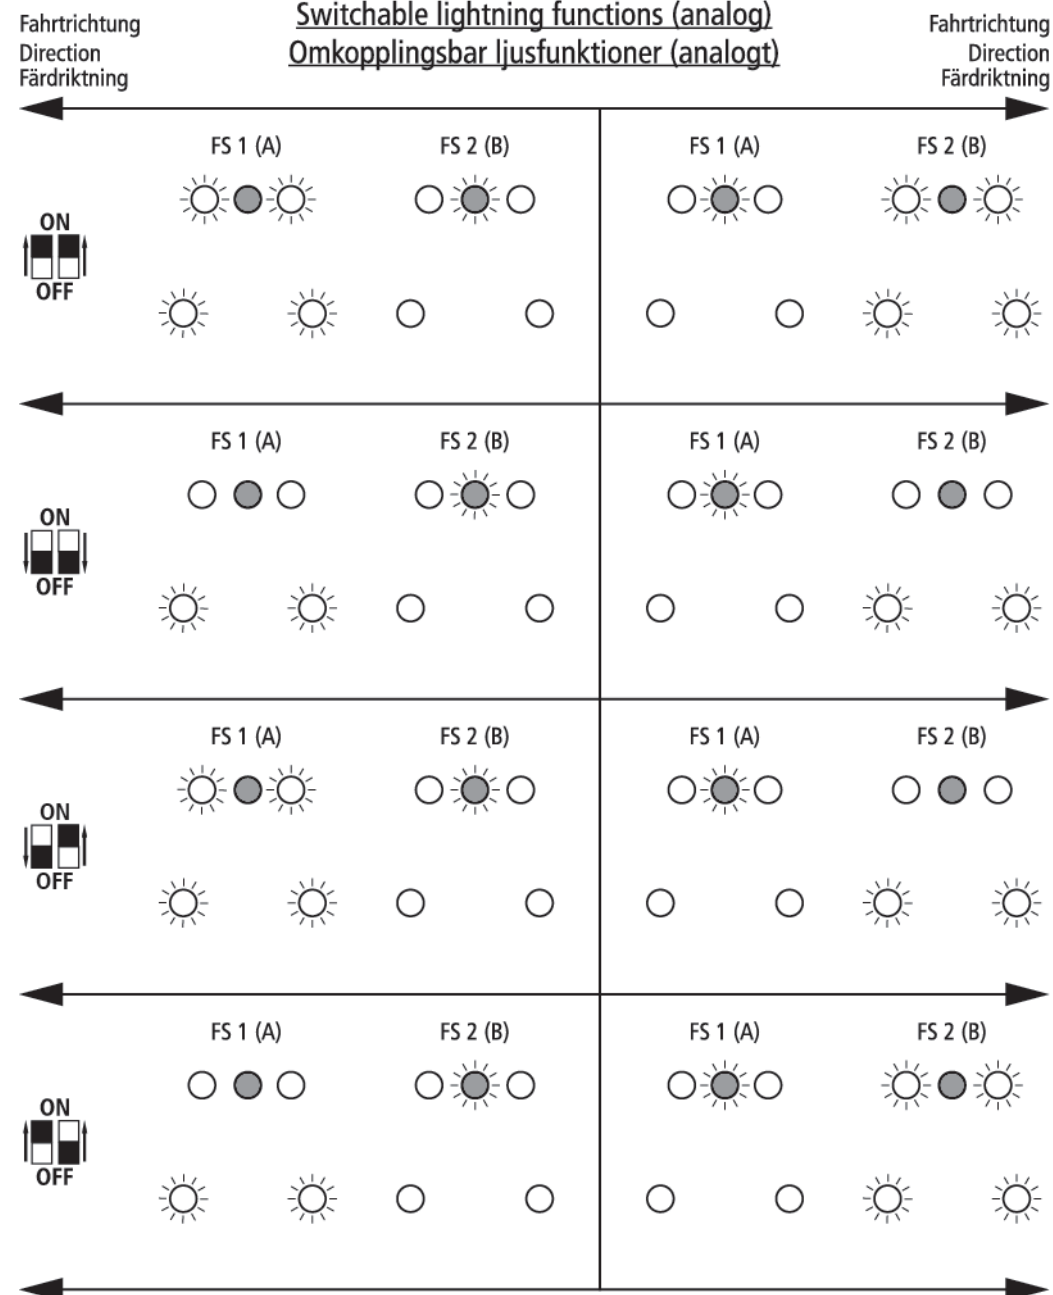

Fig. 6
2. Schmierung: Versehen Sie die im Schmierplan in Fig. 6 gekennzeichneten Stellen mit nur **kleinen Öltropfen**. Dazu zuerst das Lokgehäuse abnehmen (Fig. 3). Wir empfehlen den ROCO **Öler Art.-Nr. 10906**. Fürs Schmieren der Getriebeteile (Zahnräder, Schnecke) empfehlen wir das **ROCO-Spezialfett Art.-Nr. 10905**. Im Falle der Schmierung diese Teile **nicht ölen**.
2. Lubrication: Apply **tiny oil drops** to spots marked in fig. 6. Prior to lubrication dismantle locomotive (fig. 3). We recommend using item no. **10906, ROCO oiler**. For lubrication the gearparts (e.g. cogwheels, worm) we would recommend our ROCO **special grease** (item no. **10905**).
2. Graissage: N'appliquez **qu'une tout petite goutte** aux endroits indiqués par le plan de graissage (fig. 6) après avoir démonté la caisse de la locomotive (fig. 3). Nous vous recommandons **le graisseur à huile ROCO réf. 10906**. Pour graisser les engrenages (roues dentées, vis sans fin) nous vous conseillons la **graisse spéciale ROCO réf. 10905** pour engrenages en matières synthétiques. Lorsque vous utilisez cette graisse il faut éviter d'huiler ces composants.